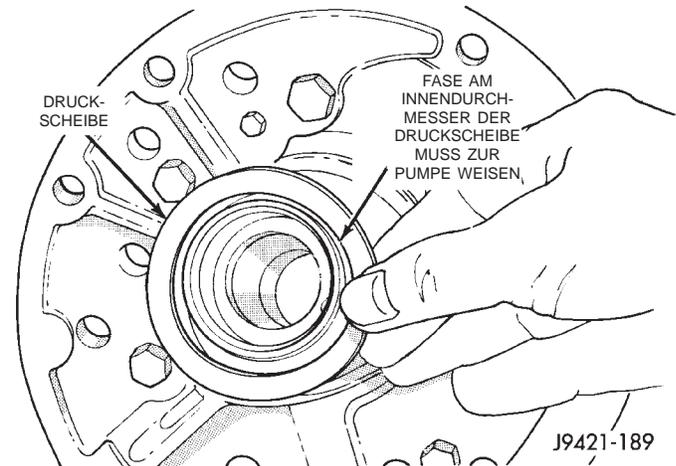

Abb. 107 Anlaufscheibe für vordere Kupplung einbauen
(37) Druckscheibe der vorderen Kupplung zur Fixierung in Einbaulage mit Vaseline bestreichen. Dann die Scheibe über Zwischenwelle mit Leitradnabe schieben und auf die Pumpe setzen (Abb. 107).